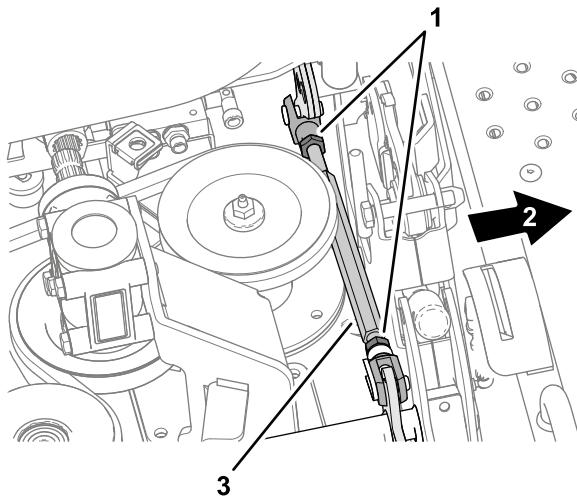
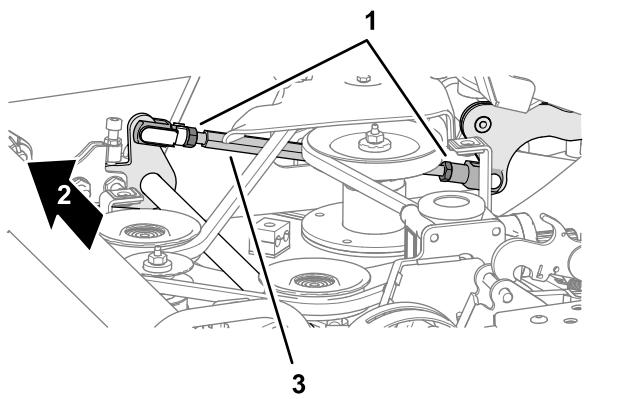

Bild 128
Bild 129
B. Lösen Sie die Klemmmuttern für den Einsteller der Mähwerkneigung (Bild 128 und Bild 129) an jeder Seite des Mähwerks.